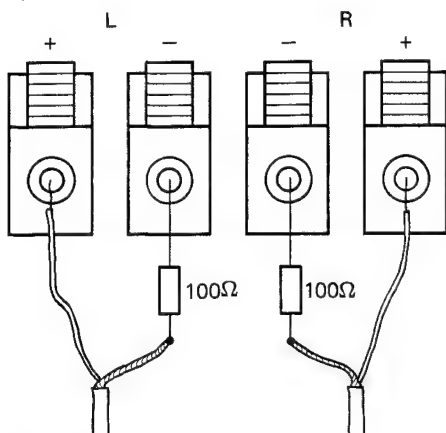

Fig. 5
- Bei verschiedenen Vollverstärkern dürfen die Masseanschlüsse des linken und des rechten Kanals nicht verbunden werden. Wenn in diesem Fall die Verdrahtungs-Variante 2 (siehe 3.2) gewählt wird, müssen die Abschirmungen von beiden Anschlusskabeln über je einen Widerstand von 100 Ohm an die «kalten» bzw. «-»-Anschlüsse des Verstärkers geführt werden (siehe Fig. 5).
- On certain types of integrated amplifiers, the ground terminals of the left-hand and the right-hand channel may not be interconnected. If in this case the cabling version 2 (see 3.2) is used, each screen of the two connecting cables must be connected to the "cold" ("-" terminals via a 100 ohm resistor (see fig. 5).
- Divers amplificateurs intégrés ne supportent pas que les prises de masse des canaux droit et gauche soient reliées. Si vous optez dans le cas présent pour la variante de câblage 2 (voir 3.2), les tresses de masse des deux câbles de liaison doivent être chacune reliées par une résistance de 100 Ohm aux points «froids», resp. «-» de l'amplificateur (voir fig. 5).